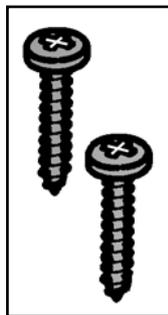

Abb. 3
- Anz. 2 Schrauben für Spanplatten 4,5x16 mm für die Befestigung des Verpackungsgeräts vorne an dem Möbel (**Abb. 3**).